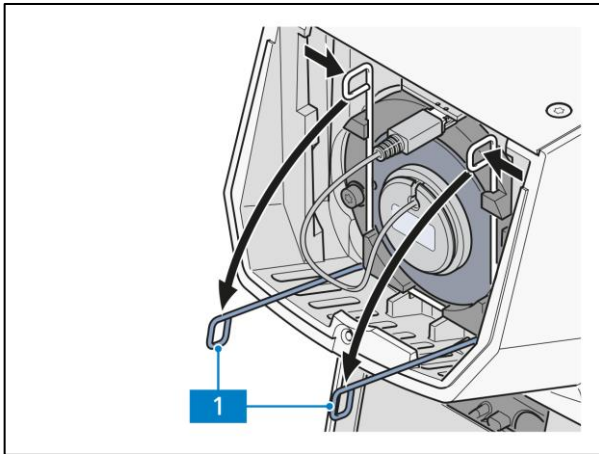

Abb. 3-22 Schlaufen nach vorne kippen
- An den Schlaufen (Abb. 3-22/1) den Klemmbügel der Lampenhalterung beidseitig zusammen drücken und nach unten kippen.
- Klemmbügel (Abb. 3-22/1) der Lampenhalterung anheben, bis sie vollständig an der Lampenhalterung anliegen. Dabei die beiden Klemmbügelenden leicht zusammendrücken und an den beiden oberen Halteelemente vorbeiführen. Druck dann soweit wegnehmen, dass sich der Klemmbügel öffnet und beidseitig hinter den Halteelementen einrastet.